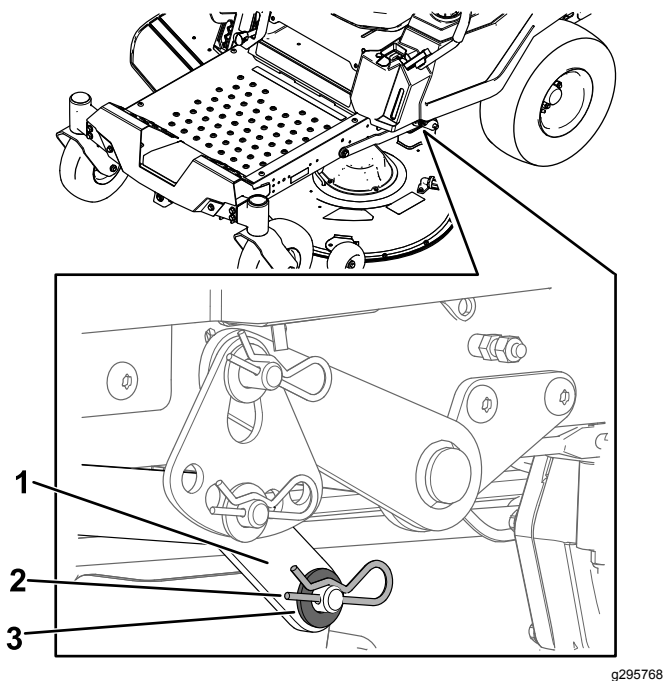

Figura 70
7. Su 1 lato della macchina, togliete la rondella e la coppiglia dal perno del piatto di taglio (Figura 70).
8. Togliete il braccio di sollevamento dal perno del piatto di taglio (Figura 70).
5. Su 1 lato della macchina, sollevate la parte posteriore del piatto di taglio e installate il braccio di sollevamento sul perno del piatto di taglio (Figura 70).
6. Installate il braccio di sollevamento utilizzando la rondella e la coppiglia (Figura 70).